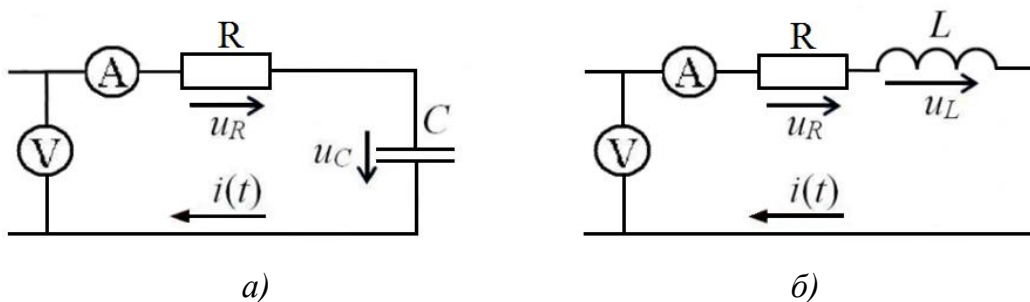

Рис. 1.17. Схемы R-C-цепи (а) и R-L-цепи (б)
- собрать R-C-цепь по схеме рис. 1.17, а;
- собрать R-L-цепь по схеме рис. 1.17, б);